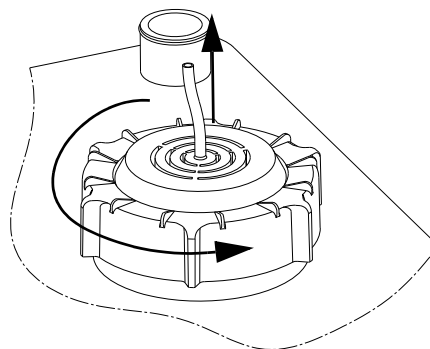

Рис. 33 Удаление трубки датчика
1. Переведите переключатель режимов эксплуатации ВКЛ-ВЫКЛ-АВТОМАТ в положение ВЫКЛ (O). См. пункт «Панель управления» в разделе 4. Общие сведения об изделии.
2. Ослабьте крышку с резьбой, повернув её против часовой стрелки. Смотрите рис. 33.